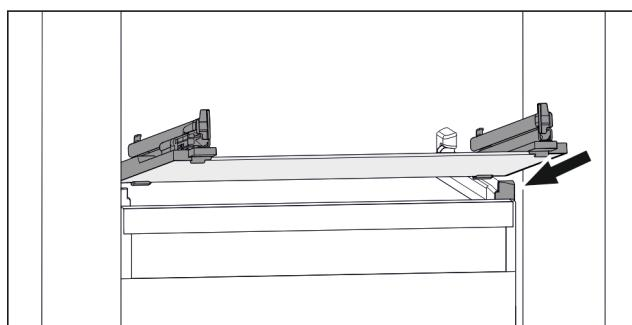

Fig. 141 Примерное отображение стеклянной пластины
- Наклоняя вниз, установите стеклянную пластину за стопоры. (см. Fig. 141)